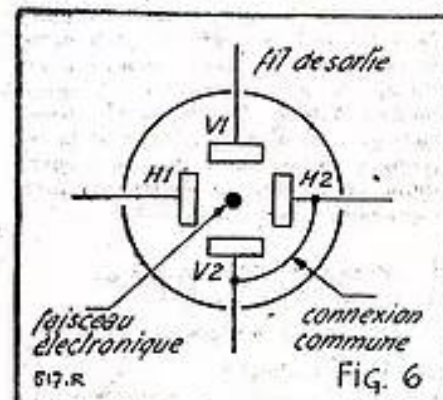
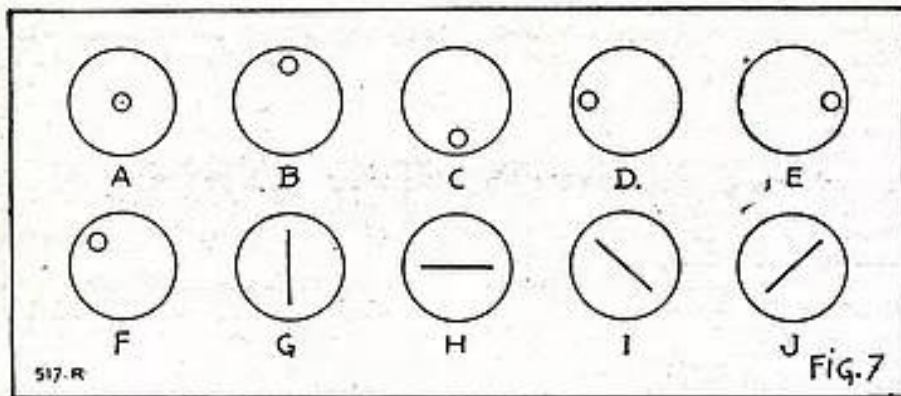

Fig. 6. — Vue en coupe montrant la disposition des plaques de déviation dans un tube statique (deux paires de plaques : paire horizontale et paire verticale).
Fig. 7. — Diagrammes obtenus avec diverses tensions appliquées sur les plaques de déviation.
La figure 6 montre, en coupe (vue du côté de l'écran fluorescent), la disposition des deux paires de plaques de déviation par rapport au faisceau électronique, dans l'intérieur d'un tube oscillographique. L'une des paires de plaques (H1 et H2) est disposée de manière à opérer le déplacement horizontal du faisceau d'un côté à l'autre de l'écran, nous les appellerons donc plaques horizontales. La seconde paire (V1 et V2) permettant le déplacement vertical du faisceau de haut en bas seront appelées plaques verticales.
demment que ce faisceau est composé d'électrons qui sont des particules d'électricité chargées négativement, or on sait, par ailleurs, qu'une charge négative haute tension exerce une force répulsive sur les électrons et qu'une charge positive exerce sur eux une force attractive, c'est donc en appliquant des tensions appropriées aux plaques de déviation que nous opérerons la déviation des électrons et, par là-même, celle du faisceau cathodique. La figure 6 montre, en coupe, la disposition des plaques de déviation électrostatique. Nous pouvons facilement constater que, si aucune tension extérieure n'est appliquée à l'une et l'autre paires de plaques de déviation, le faisceau se déplacera au centre du tube et nous obtiendrons un unique spot au centre de l'écran. Le diagramme obtenu sur ce dernier correspondra alors à celui de la figure 7 (A).
sera attiré vers V1 et le spot sera dévié de bas en haut à partir du centre de l'écran, comme cela est illustré par la figure 7 (B). Si nous appliquons maintenant à la plaque V1 une tension dont le potentiel est négatif par rapport à celui appliqué à la plaque V2, le spot sera attiré vers le bas et se déplacera de haut en bas, comme le montre la figure 7 (C). Dans les trois diagrammes (A), (B) et (C), on suppose que les plaques de déviation horizontale (H1 et H2), sont soumises au potentiel zéro.
Si nous appliquons maintenant un potentiel zéro aux plaques verticales (V1 et V2) et que le potentiel appliqué à la plaque horizontale H1 est positif par rapport à celui appliqué à H2, le faisceau étant attiré vers H1, le spot se déplacera vers la gauche sur l'écran, comme cela est illustré par le diagramme de la figure 7 (D). Enfin, si nous appliquons à la plaque horizontale H2 une tension dont le potentiel est positif par rapport à celui appliqué à H1, le faisceau sera attiré vers la droite de l'écran et le spot se déplacera dans la même direction, comme l'indique le diagramme de la figure 7 (E).
tension appliquée. Si l'on appliquait, en même temps, des tensions positives égales à la plaque verticale V1 et à la plaque horizontale H1, le faisceau serait attiré à la fois vers le haut et vers la gauche de l'écran, du fait qu'il serait soumis à des champs électriques de force égale. Ceci aurait, en définitive, pour résultat d'opérer un déplacement du spot suivant une position résultante déterminant un angle de 45 degrés par rapport au centre de l'écran (figure 7 (F)). D'autres combinaisons sont également possibles si nous appliquons simultanément des tensions appropriées aux plaques de déviation horizontales et verticales, le spot se déplacera alors sur l'écran suivant des positions correspondantes. Suivant le choix judicieux qui sera fait des tensions horizontales et verticales, le spot occupera, sur l'écran, n'importe quelle position désirée.
l'œil soit à même de le suivre. Du fait de « la persistance visuelle » ou, si l'on préfère « la persistance rétinienne », notre œil distinguera en définitive une ligne verticale sur l'écran (figure 7 (G)). Dans la pratique de l'oscillographe, une telle ligne est appelée une trace ou un tracé. Si on applique aux plaques H1 et H2 une tension alternative, nous verrons apparaître sur l'écran un tracé horizontal comme celui de la figure 7 (H). Si nous appliquons la même tension alternative au même moment à la plaque verticale V1 et à la plaque horizontale H1, en ayant soin d'appliquer une telle tension du « côté opposé » à la connexion commune des plaques horizontale-verticale (voir figure 6), les déviations horizontales et verticales augmenteront et diminueront en amplitude en même temps, d'où il en résultera que le faisceau cathodique oscillera çà et là sous l'impulsion de forces horizontales et verticales égales et le tracé s'orientera suivant une position résultante, à 45 degrés entre l'horizontale et la verticale (figure 7 (I)). Lorsque les tensions alternatives seront appliquées aux plaques V1 et H2 le tracé à 45 degrés sera du côté opposé à la ligne verticale passant par le centre de l'écran, c'est ce qu'illustre la figure 7 (J).
Cet étage fournit une puissance de 100 mW. Les impédances d'entrée de T1 et de sortie de T2 sont adaptées aux charges (voir figure 6).